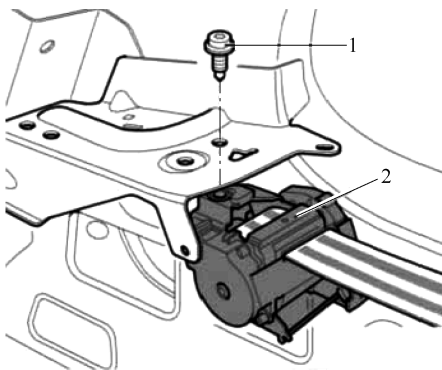

图 12-4 拆卸外侧后座安全带
① 拆卸后部轮罩饰板。
② 拆卸后部门槛饰板。
③ 拆卸 C 柱饰板。
④ 拧下螺栓力矩为 $(40\text{N} \cdot \text{m})$ ，并从车身上拆下安全带底部锁扣。
⑤ 拧下螺栓 1 $(40\text{N} \cdot \text{m})$ ，从支架上拆下安全带自动回卷装置 2，如图 12-4 所示。
(7) 拆卸和安装外侧后座安全带(装备